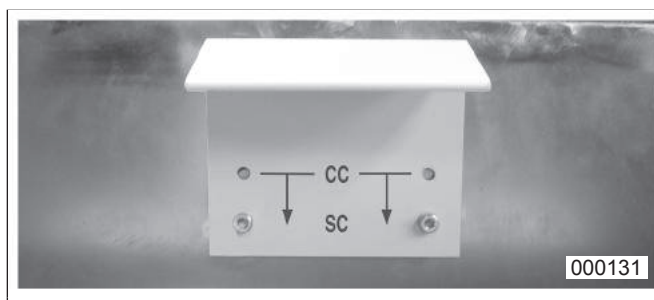

Abb. 3 Sicherheitswinkel Überfüllung
7. Abdeckklappe (Abb. 2/4) öffnen. Position des Sicherheitswinkels Überfüllung prüfen (Abb. 3):